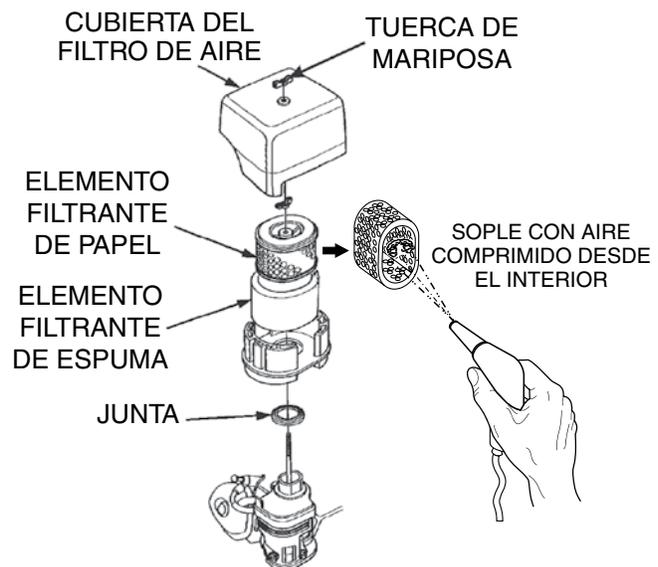

Figura 17. Filtro de aire
Los motores Honda GX160U1SM12 y GX160U1SMX4 están equipados con un elemento de filtro de aire reemplazable, con papel de alta densidad. Consulte en la (Figura 17) los componentes del filtro de aire.
2. Para limpiar o reemplazar el filtro de aire, afloje la tuerca de mariposa del alojamiento del filtro (Figura 17), quite la cubierta y retire el cartucho. Si solo desea limpiar el filtro de aire, use un chorro de aire comprimido seco para limpiar el cartucho desde el interior, hacia arriba y hacia abajo hasta eliminar todo el polvo.